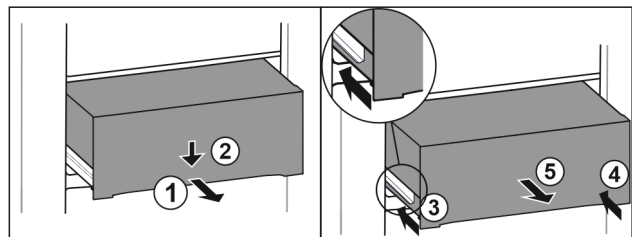

Fig. 144
- Tirer le tiroir jusqu'à mi-chemin. Fig. 144 (1)
- Appuyer sur l'avant du tiroir vers le bas. Fig. 144 (2)
- Insérer le rail gauche d'env. 2 cm. Fig. 144 (3)
- Insérer le rail droit d'env. 2 cm. Fig. 144 (4)
- Retirer le tiroir par l'avant. Fig. 144 (5)